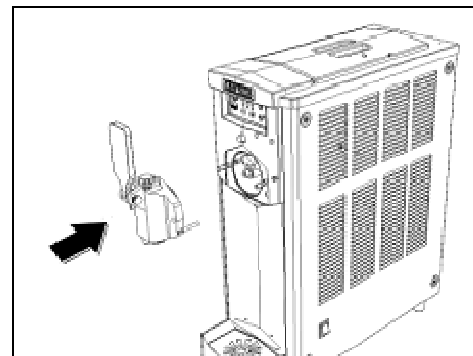

Abb. 19
- Den Flansch so wieder anbringen, dass der Zentrierstift in seiner Aufnahme zu liegen kommt (Abb.19).